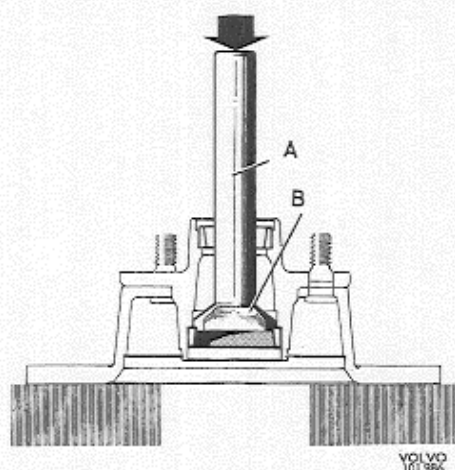
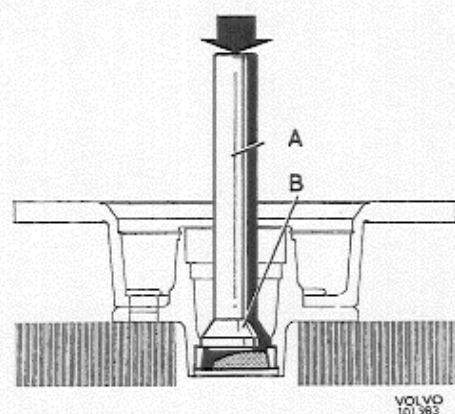

Abb. 26. Auspressen des Lagerinnenringes
Abb. 27. Auspressen des Lageraußenringes
5. Lagerringe ausbauen. Für den Ring des inneren Lagers den Dorn 2724 (Abb. 26) und für den Ring des äußeren Lagers den Dorn 2725 (Abb. 27) einschl. Standardschaft 1801 benutzen.